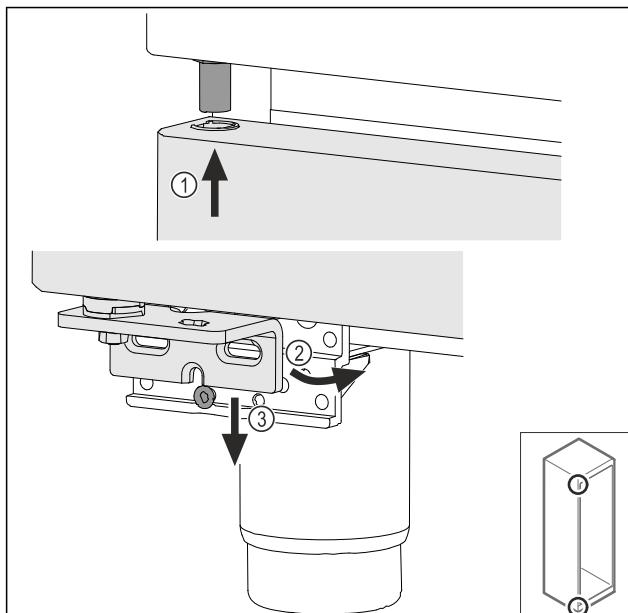

Fig. 47
- Установите дверь под небольшим уклоном сверху Fig. 47 (1), выровняйте ее прямо Fig. 47 (2) и смонтируйте снизу на винт опорного кронштейна Fig. 47 (3).